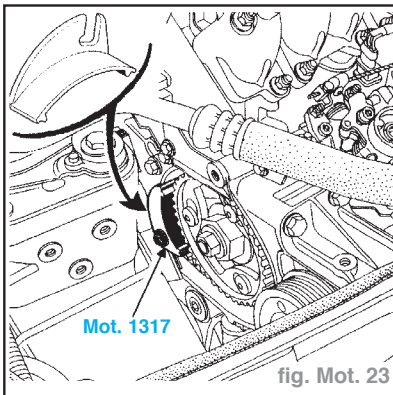

fig. Mot. 23
- Mettre en place l'outil de maintien de la poulie de pompe d'injection **Mot.1317** (fig. Mot. 23).